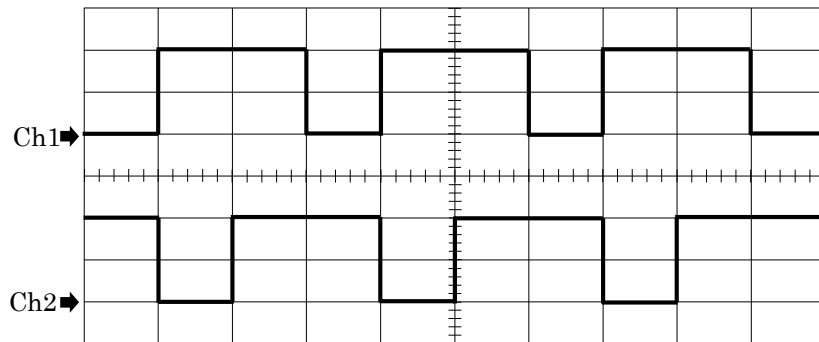

図 3-3
設問 3 図 3-3 は、オシロスコープで 2 つの波形を観測した結果である。この波形について以下の (1) ~ (3) の記述の (⑧) ~ (⑩) にあてはまる最も適切なものを解答群からそれぞれ一つずつ選び、記号ア~エで答えなさい。ただし、垂直軸感度は Ch1、Ch2 ともに 1 [V/div] とし、矢印がそれぞれの Ch の 0 [V] とする。また掃引時間は 20 [μ s/div] である。